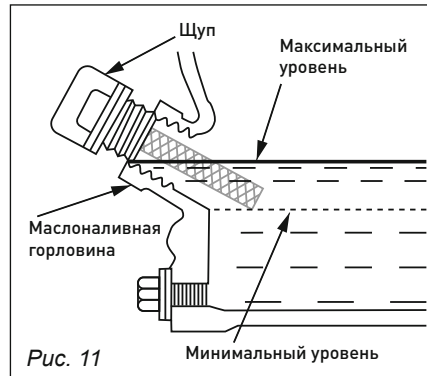

Рис. 11
2. Открутите пробку горловины для заливки масла в картер (рис. 11).
Залейте моторное масло (заправочный объем см. таблицу п. 2 «Технические характеристики»), произведите визуальную проверку уровня масла, при правильном уровне моторное масло должно доходить до края резьбы заливной горловины (рис. 11).